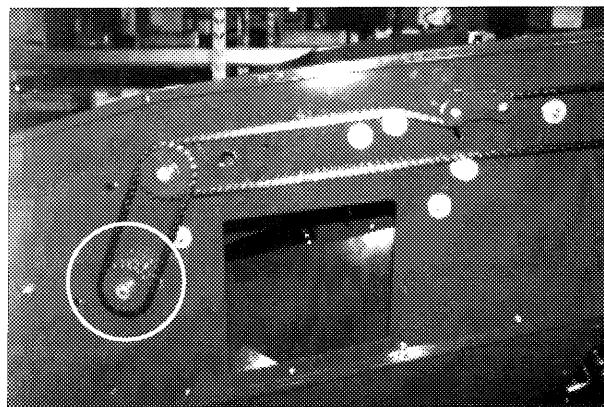

Fig. 48-6
**Picking table motor** (Fig. 48-6)